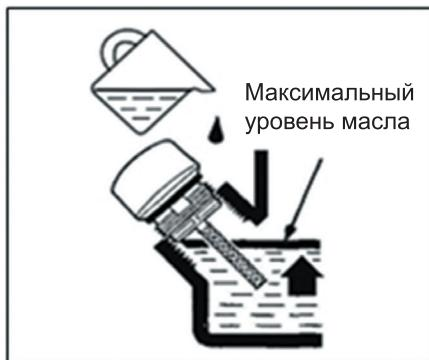

Рис. 27
6. Установите двигатель на горизонтальной поверхности и залейте новое моторное масло рекомендованное производителем до нижней кромки маслозаливной горловины (рис. 27).